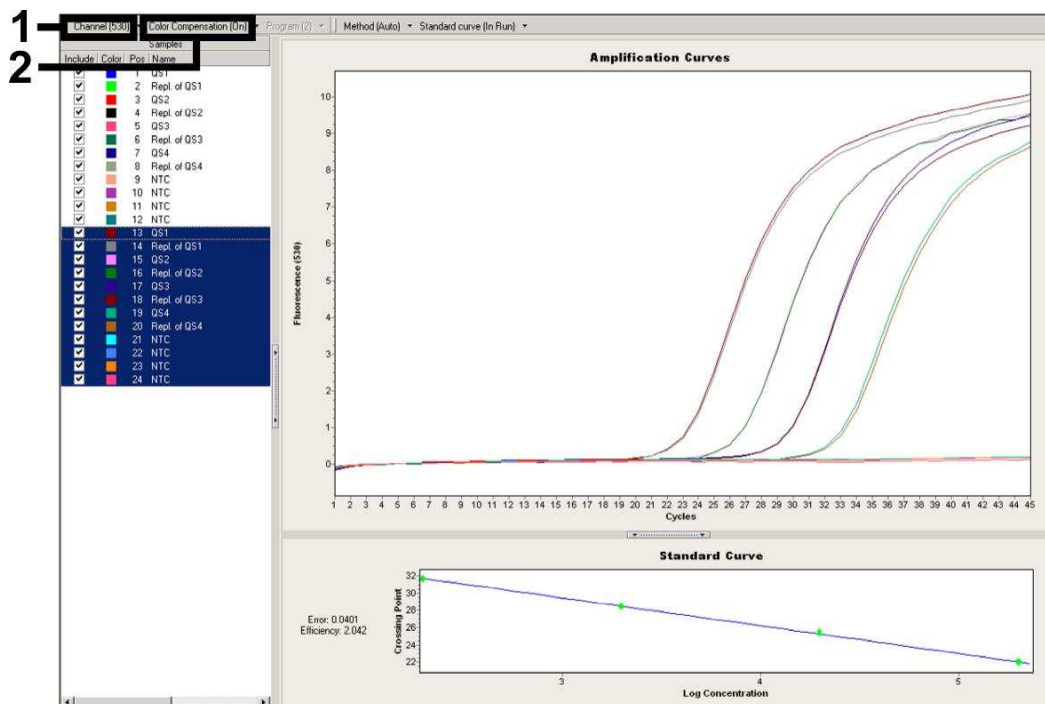

Abb. 9: Aktivierung des *Color Compensation File* und Auswahl des Fluoreszenz-Kanals.
Bitte gehen Sie bei der Analyse der PCR-Daten nach folgendem Schema vor (siehe Abb. 9):
- Die *LightCycler*[®] Software Version 4.0 enthält eine als *Color Compensation File* bezeichnete Datei, die Signal-Interferenzen zwischen den Fluoreszenz-Kanälen kompensiert. Diese Datei öffnen Sie während oder im Anschluss des PCR-Laufs durch Aktivierung der Schaltfläche *Color Comp (On/Off)* und anschließend *Select Color Compensation* (siehe Abb. 9). Sollte kein *Color Compensation File* installiert sein, erstellen Sie die Datei bitte unter Beachtung der Anleitung im *LightCycler Operator's Manual*.